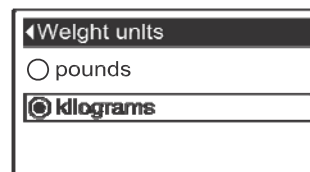

РИС. 48
5. Нажать кнопку ВЫБОР (O) для отображения меню **Единицы массы** (См. Рисунок 48).
6. Если желаемая единица массы уже отмечена черной точкой напротив нее (См. Рисунок 48), перейти к Шагу 7. В противном случае, нажать кнопки ВНИЗ (▼) или ВВЕРХ (▲), чтобы прокрутить до другой единицы массы, затем нажать кнопку ВЫБРАТЬ (O) чтобы подтвердить ее.
7. Нажать кнопку ВЫБРАТЬ (O). Дисплей вернется обратно в меню **Установки пользователя**.